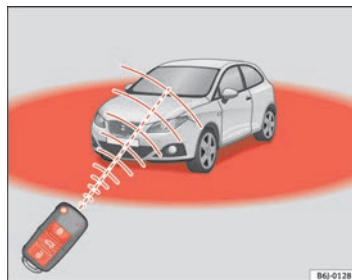

Fig. 44 Raggio d'azione del telecomando
Inoltre, la spia della pila della chiave $\Rightarrow$ fig. 44, lampeggia.
- Il telecomando a radiofrequenza ha un campo d'azione limitato, al di fuori del quale il suo uso non produce effetto alcuno ⇒ pag. 84, fig. 44.